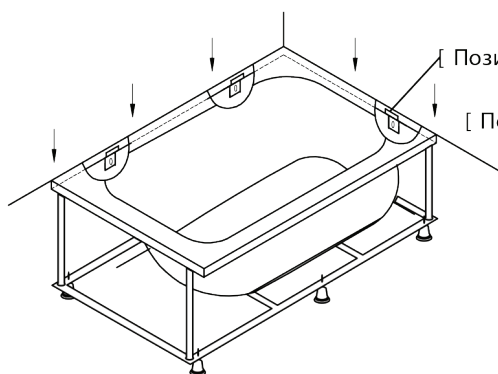

Рис. 6
8. По разметке просверлить отверстия в стене (рис.6) и закрепить металлическими фиксаторами (рис.7, позиция 6) с помощью шурупа и дюбеля (позиция 7).